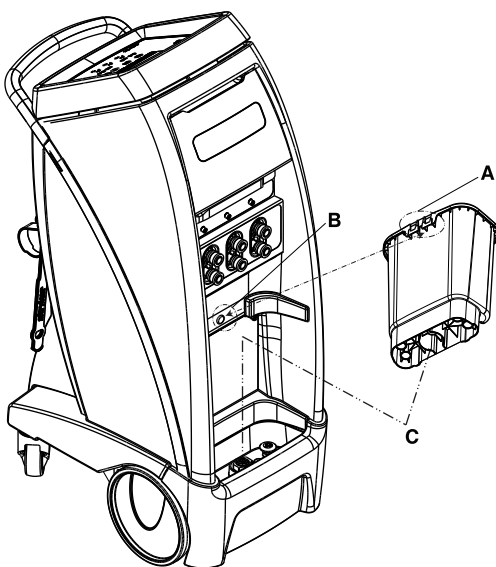

Рисунок 12-15: Съемный резервуар
Чтобы извлечь резервуар, вытяните его вперед под углом и извлеките, подняв вверх (Рисунок 12-15 на странице 12-31).
1. Чтобы установить резервуар на место, совместите основание резервуара с дренажным отверстием (C).
2. Совместите паз на задней части резервуара (A) с крючком на контроллере (B) (Рисунок 12-15 на странице 12-31)